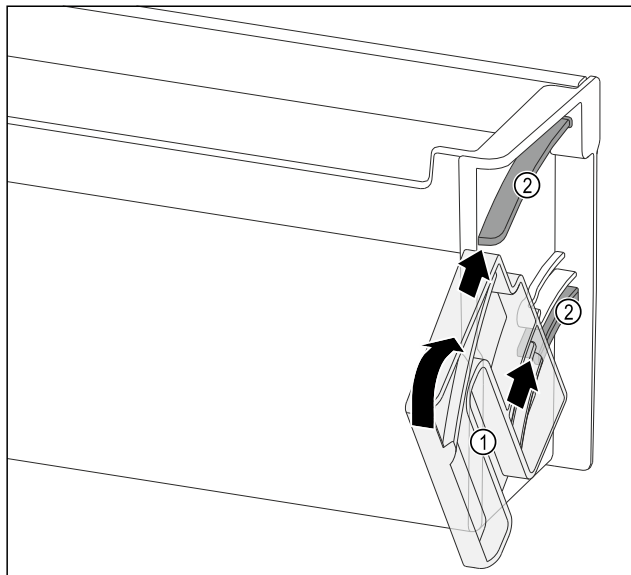

Fig. 124
- Dreheinheit Fig. 124 (1) so positionieren, dass die Aussparungen genau gegenüber den Führungskanälen Fig. 124 (2) des Türabstellers liegen.
- Dreheinheit Fig. 124 (1) in die angegebene Richtung drehen.